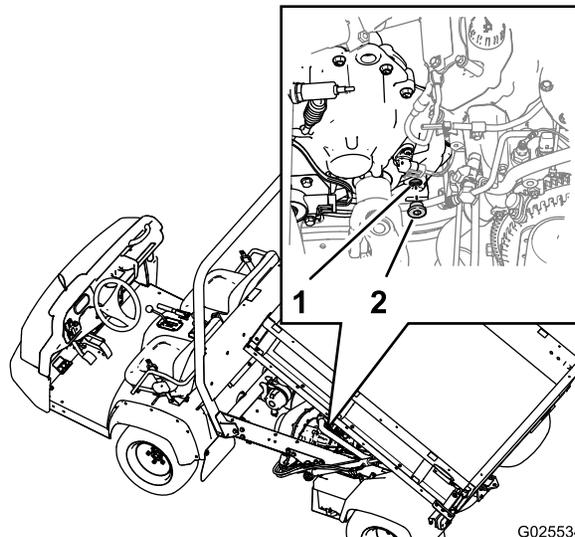

图57
1. 找到变速箱背面底内侧区域的加油塞 图57。
3. 逆时针旋转加油塞并从变速箱加油口中拔出加油塞 图 57。
4. 如果变速箱油位过低请通过加油口向变速箱加入指定类型的变速箱油直至油位与加油口中螺纹的底部齐平 图57。
6. 将加油塞安装到变速箱内并用手紧固 图57。